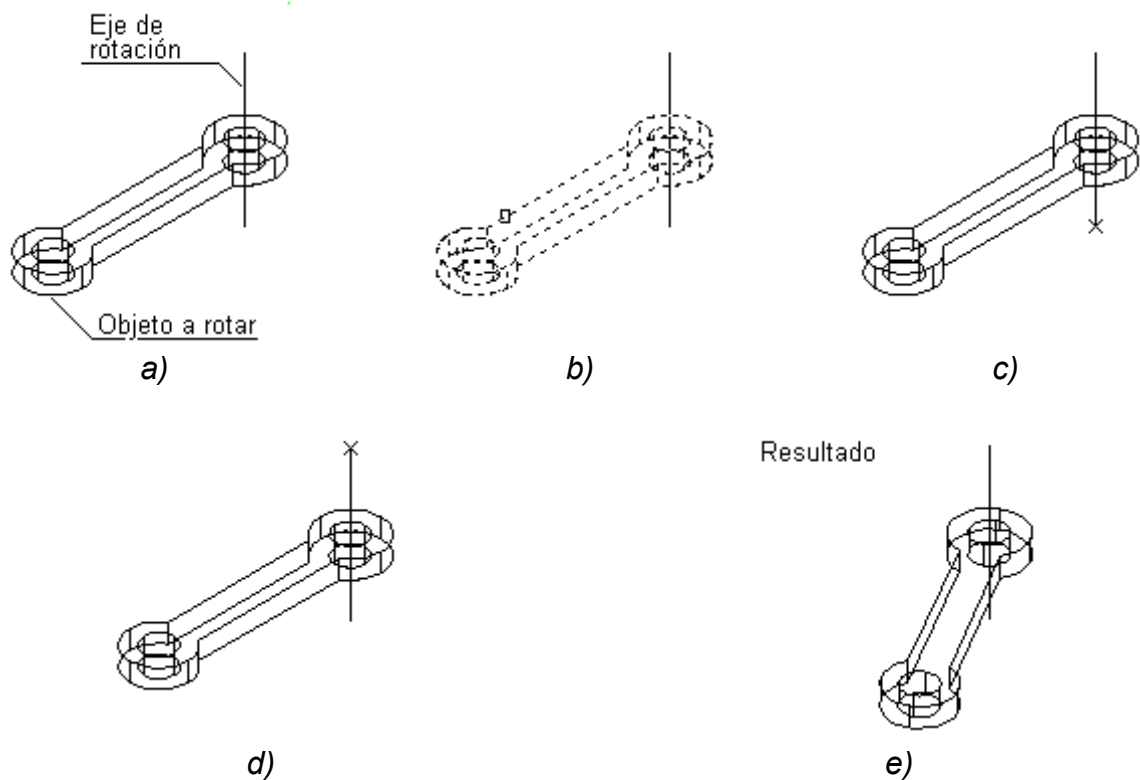

Fig. 35
Para rotar un objeto en 3D como el que se muestra en la Fig. 35 a), se deben seguir los siguientes pasos:
2. Seleccionar los objetos que serán rotados (Fig. 35 b).
3. Seleccionar el punto primer punto del plano (Fig. 35 c). También, como ya se dijo se puede seleccionar un objeto de tipo línea o polilínea (opción *Object*), o especificar que la rotación es alrededor de los ejes X, Y o Z (opciones *Xaxis*, *Yaxis* o *Zaxis*, respectivamente), entre otras opciones.
4. Seleccionar el segundo punto (Fig. 35 c). Puede seleccionarse el punto directamente sobre el área de trabajo, o dar sus coordenadas (absolutas, o relativas al primer punto).